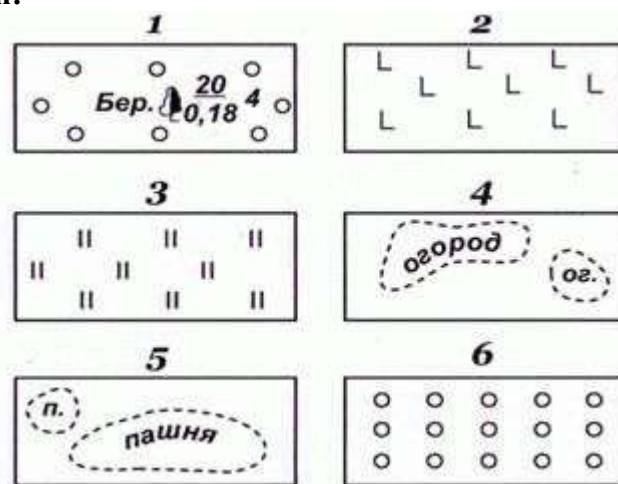

Рис. 63 Площадные условные знаки:
1. Площадные условные знаки (рис. 63) применяют для заполнения площадей объектов (например пашни, леса, озера, луга); они состоят из знака границы объекта (точечный пунктир или тонкая сплошная линия) и заполняющих его изображений или условной окраски; например, на условном знаке 1 показан березовый лес; цифры (20/0,18) \*4 характеризуют древостой, (м): числитель – высоту, знаменатель – толщину ствола, 4 – расстояние между деревьями.